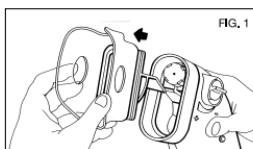

FIG. 1
1. Setzen Sie sich bequem für die Durchführung der Behandlung. Die Maske vom Inhalationsgerät entfernen. (Abb. 1).